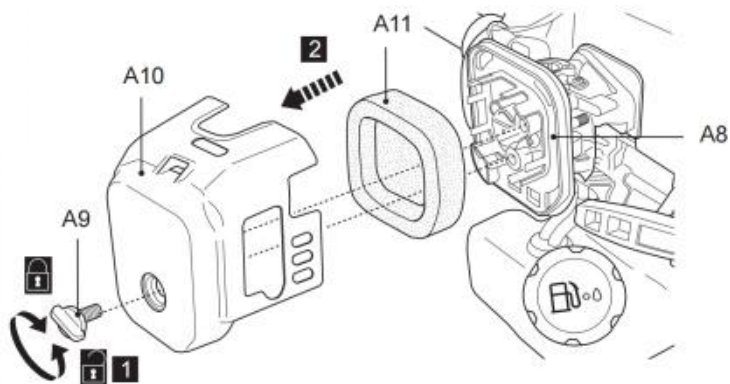

Fig. 77
1. Inspectez régulièrement le filtre à air. Remplacez-le par un neuf si nécessaire (Fig. 77).